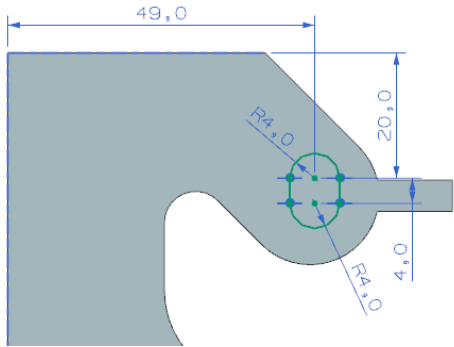

图 4-109 绘制草图
(2) 单击“绘制截面”按钮，打开“创建草图”对话框，选择上步创建的突出块的上表面为草图绘制面，设置“水平”面为参考平面，单击按钮，进入草图绘制环境，绘制如图 4-109 所示的草图。